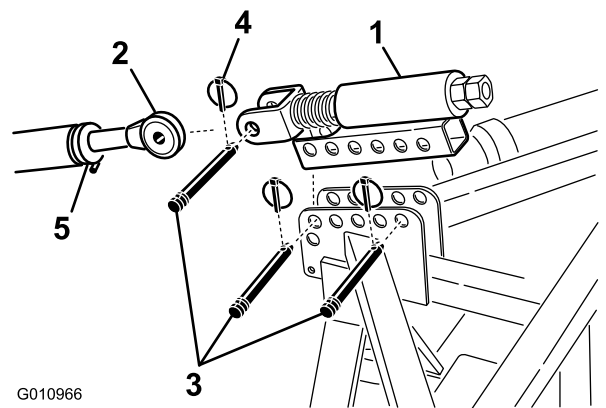

Figura 9
- Montate l'attacco superiore a molla sulla staffa dell'arieggiatore con due perni d'attacco e due coppiglie ad anello (Figura 9)
- Allentate il dado di bloccaggio sull'attacco superiore della motrice. Regolate la lunghezza dell'attacco superiore sino ad allinearla con la forcella dell'attacco superiore a molla dell'arieggiatore (Figura 9).
- Inserite l'attacco superiore della motrice nella forcella dell'attacco superiore a molla e fissate i due elementi con un perno d'attacco e una coppiglia ad anello (Figura 9).
6. Ruotate l'attacco superiore fino a quando la molla non si comprime di circa 13 mm (Figura 9).